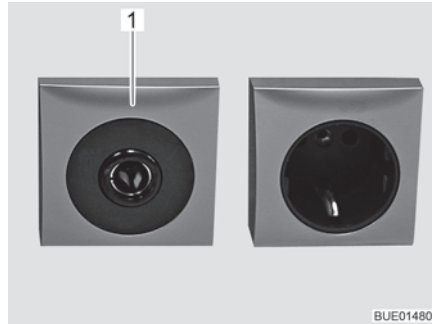

Fig. 116 Prise de courant 12 V/10 A
- ▷ Ne brancher aux prises de courant (Fig. 116,1) du réseau de bord 12 V que des appareils de maximum 10 A.